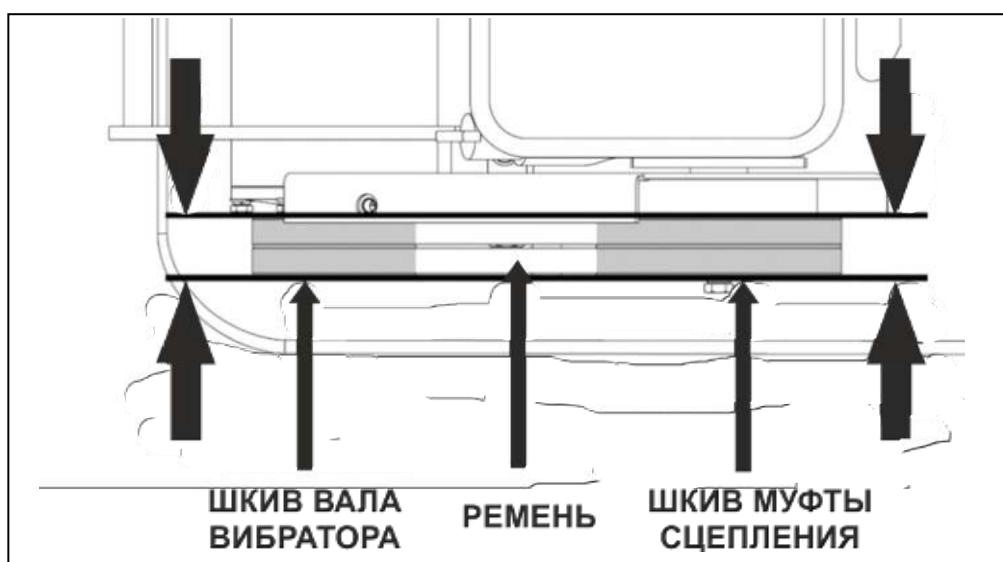

Рис. 25. Проверка плоскости шкивов и ремней.
5. Убедитесь, что ремни и шкивы вала вибратора и муфты сцепления находятся в одной плоскости (Рис. 25).
7. Сдвинуть двигатель в сторону от вибратора, проверить натяжение ремней. При этом нужно контролировать, чтобы ремни и шкивы вала вибратора и муфты сцепления были в одной плоскости (Рис. 25).
4. Снять ремни и отделить раму (4) с двигателем от рабочей плиты (6) (Рис. 25).